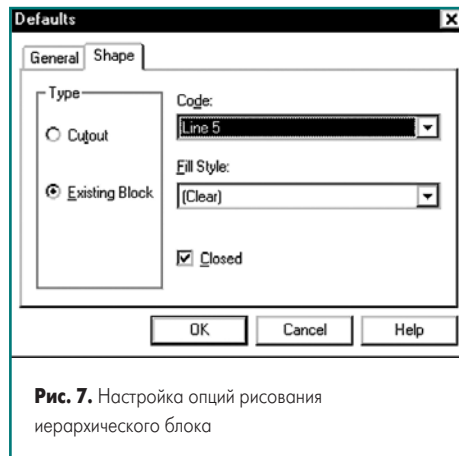

Рис. 7. Настройка опций рисования иерархического блока
6. В открывшемся диалоговом окне Defaults перейдем на вкладку Shape и в поле Type выберем опцию Existing Block. Установим параметры Code, Fill Style и Closed, как показано на рис. 7, и нажмем кнопку OK.